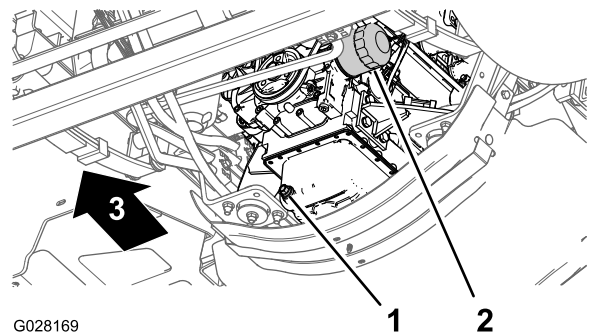

Figure 67
3. Placez un bac de vidange sous le filtre à huile moteur (Figure 67).
4. Retirez le filtre à huile usagé (Figure 67).
8. Posez le filtre à huile sur l'adaptateur et vissez le filtre dans le sens horaire jusqu'à ce que le joint en caoutchouc touche l'adaptateur, puis serrez encore le filtre d'un demi-tour (**Figure 67**).
1. Placez un bac de vidange sous le bouchon de vidange (**Figure 67**).
2. Enlevez le bouchon de vidange (**Figure 67**) pour permettre à toute l'huile de s'écouler.